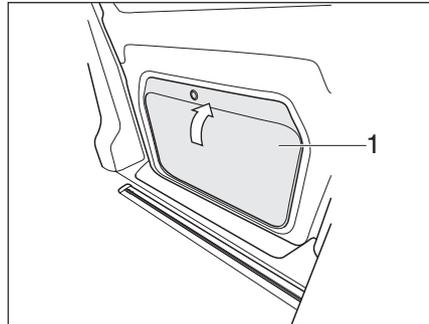

Bild 12 Tisch verstauen
- ▶ Tisch in die Abdeckung (Bild 12,1) einsetzen.
- ▶ Abdeckung (Bild 12,1) in die Schiebetür drücken, bis sie spürbar verriegelt.